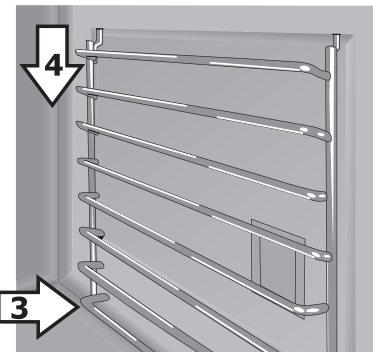

Figure 15 : Échelle de support - pattes inférieures
3. Une fois les pattes supérieures mises en place, tenir la grille de niveau avec le côté du four et insérer les pattes du bas dans les trous inférieurs (Figure 15).
4. Faites glisser les pattes du bas dans les trous inférieurs en glissant vers le bas. Une certaine force peut s'avérer nécessaire pour glisser le support en place (Figure 15).